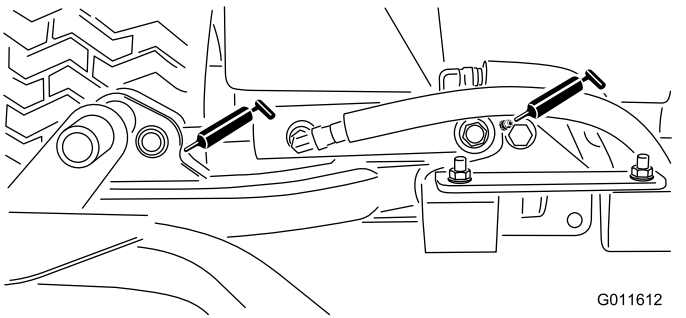

Bild 42
- Hubarmzylinder der Schneideinheit (2)—Bild 42
- Hubarmgelenke (1)—Bild 42